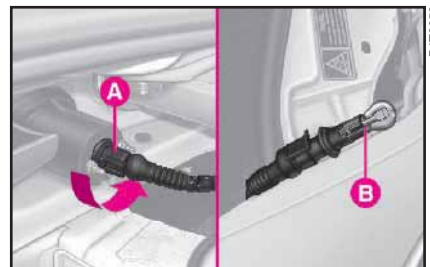

fig. 28
- 1) Gire el portalámparas **A** (fig. 28) hacia la izquierda y quítelo.